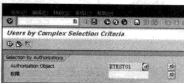

图 14-28 按权限对象查询用户界面
STEP 1 选择“用户→Users by Complex Selection Criteria→By Authorizations”选项，然后单击“”按钮，进入按权限对象查询用户界面，如图 14-28 所示。